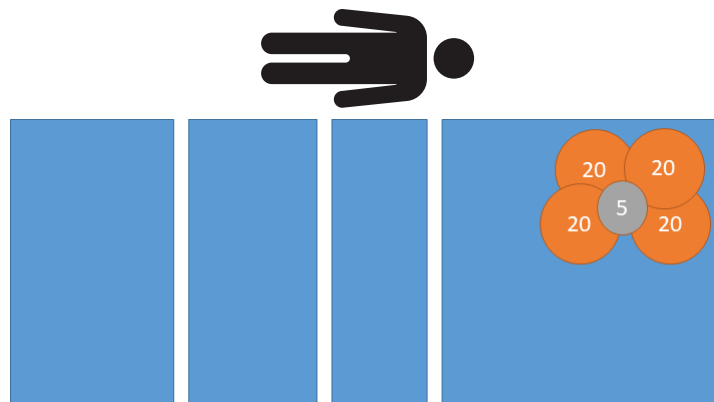

Abbildung 16 – Exzentritätsprüfung – 85 kg Kopf rechts
4. Mit kalibrierten Gewichten 85 kg am Kopf rechts vom Produkt platzieren (Abbildung 16).